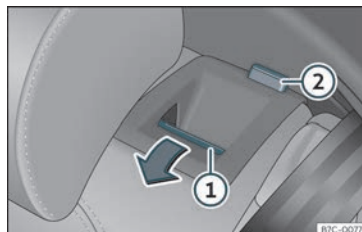

Fig. 102 Banco traseiro: rebater o encosto.
- Pressione o botão de desbloqueio »» Fig. 102 ① para a frente e, ao mesmo tempo, rebata o encosto. O encosto traseiro está desbloqueado quando se vê uma marca vermelha no botão ②.
O encosto traseiro está desbloqueado quando se vê uma marca vermelha no botão »» Fig. 102 ②.